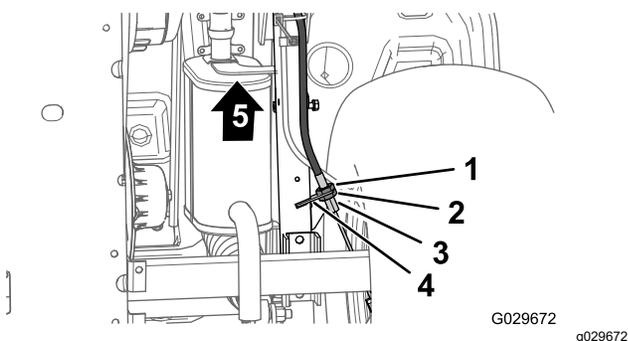

Figure 53
3. Au bas de la machine, desserrez de 4 tours l'écrou de blocage arrière du régleur fileté sur le câble de frein de stationnement (Figure 53).
4. Serrez l'écrou de blocage avant (Figure 53).
- A. Desserrez d'un tour l'écrou de blocage avant (Figure 53) du régleur fileté du câble de frein de stationnement.
- B. Serrez l'écrou de blocage arrière (Figure 53).
- A. Desserrez d'un tour l'écrou de blocage arrière (Figure 53) du régleur fileté du câble de frein de stationnement.
- B. Serrez l'écrou de blocage avant (Figure 53).